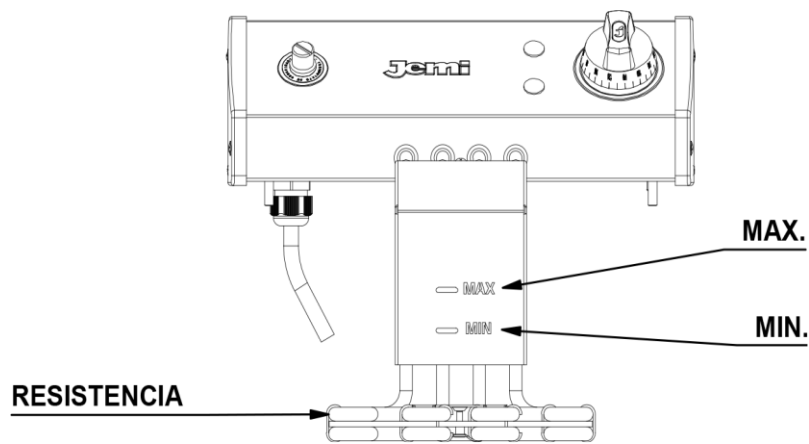

Fig. 2
- Llenar la cuba con aceite, hasta alcanzar la marca de nivel "MAX" existente en la chapa, ver Fig.2.
- Vigilar que el nivel de aceite esté siempre a la altura del nivel indicado en la Fig.2 ya que, por debajo del nivel "MIN", existe el riesgo de inflamación del aceite al poder quedar los elementos de control de la temperatura fuera del contacto con el aceite.